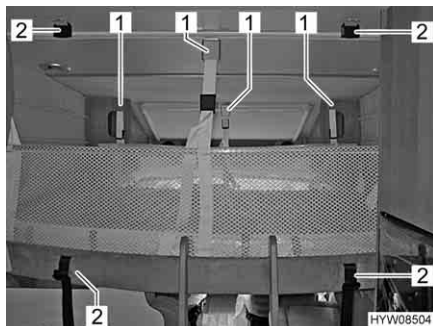

Fig. 69 Letto basculante con rete protettiva montata
- Allentare le cinture di ritegno (Fig. 69,2).
- Staccare le cinture di ritegno (Fig. 69,1) e sistemare la rete protettiva sotto il materasso.
- Assicurare il letto basculante al soffitto mediante cinture di ritegno (Fig. 69,2).
- Agganciare le cinture di ritegno (Fig. 69,1) ai ganci del soffitto.